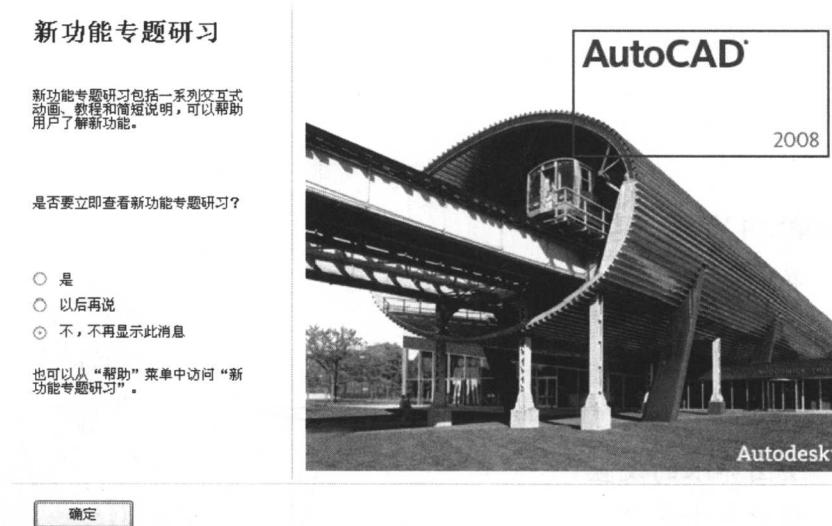

图 1.1 【新功能专题研习】界面
- (1) 双击桌面上 AutoCAD 2008 中文版快捷方式图标 A，启动 AutoCAD 软件。
- (2) 显示出【新功能专题研习】界面，提示是否要查看新功能，选中【不，不再显示此消息】单选按钮，如图 1.1 所示，单击【确定】按钮。